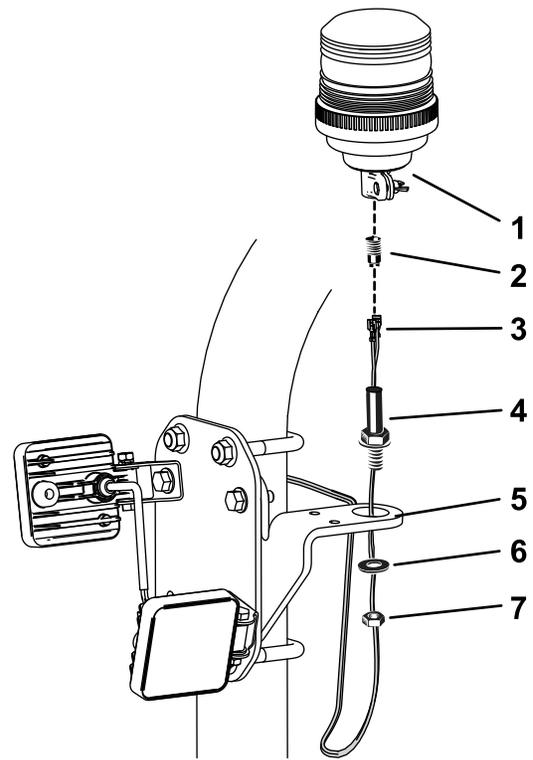

**Figura 4**
6. Collegate i connettori sfusi del cablaggio della luce di segnalazione alle forcelle dell'attacco della luce di segnalazione (Figura 4).